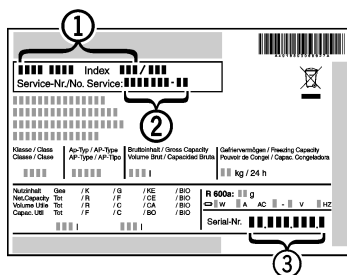

Fig. 9
- Gerätebezeichnung *Fig. 9 (1)*, Service-Nr. *Fig. 9 (2)* und Serial-Nr. *Fig. 9 (3)* vom Typenschild ablesen. Das Typenschild befindet sich an der linken Geräteinnenseite.
- Den Kundendienst benachrichtigen und den Fehler, Gerätebezeichnung *Fig. 9 (1)*, Service-Nr. *Fig. 9 (2)* und Serial-Nr. *Fig. 9 (3)* mitteilen.